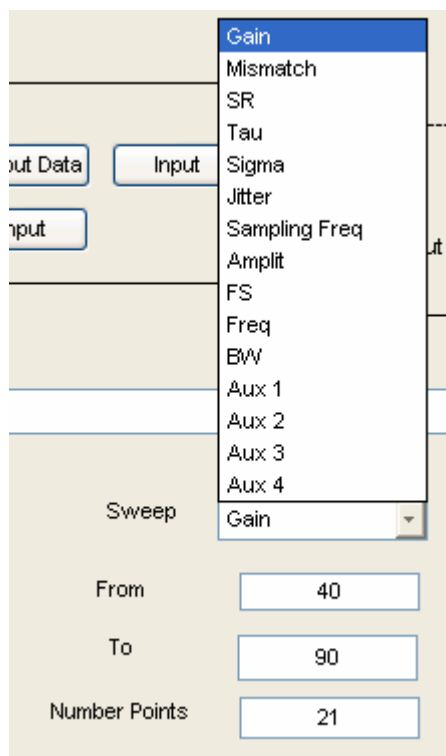

Figura A1.19.: Opciones de Sweep
- **Sweep:** Menú desplegable que se utiliza para realizar barridos. Si en el menú desplegable Sweep 2 se elige None, se efectuará un barrido simple, de lo contrario se efectúa un barrido doble (hemos de tener en cuenta que no debemos elegir en Sweep 2 el mismo valor que en Sweep, porque no tiene sentido realizar un barrido doble de la misma variable). Las opciones de Sweep se muestran en la Fig. A1.19 (al arrancar el programa, aparece por defecto seleccionado Gain).